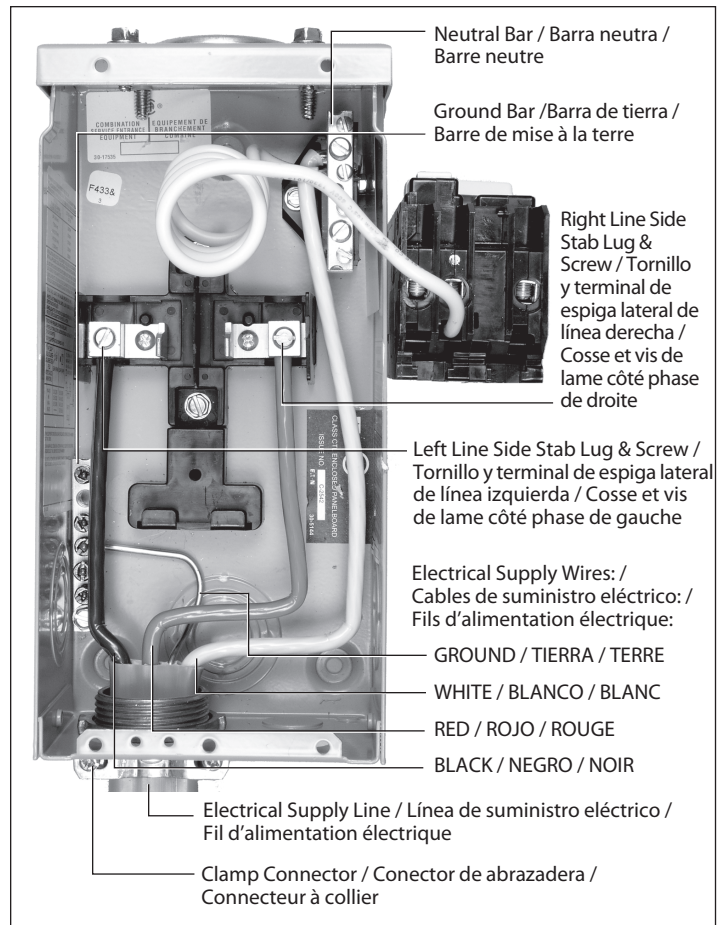

FIGURE 2 / FIGURA 2 / FIGURE 2
- d. GROUND wire (typically copper) to spa panel GROUND BARPull excess electrical supply wire out through clamp connector, trim wire casing and tighten connector. See Figure 2 .
Tirez la longueur de fil électrique en trop pour la sortir du collier, décapez le fil et serrez le connecteur. Voir la figure 2 .